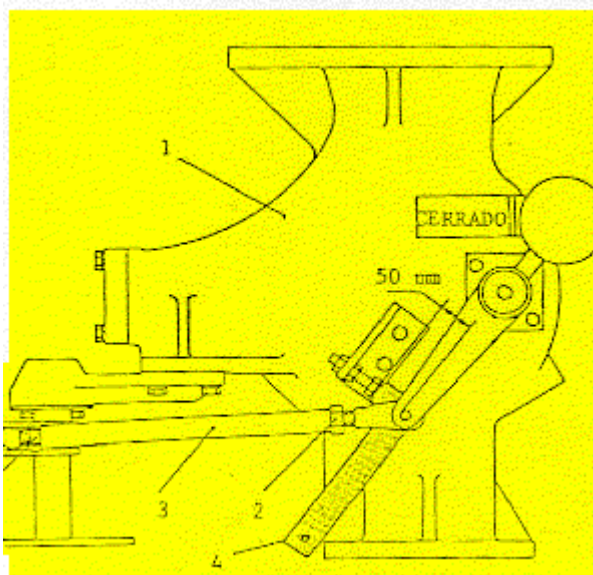

FIGURA 16
18. Mida la correcta posición del contacto móvil dentro del polo. Con la llave de control 16-4 ubíquela en la base del brazo de señalización. La medida de este a los topes del mecanismo de operación deberá ser de 50 +/- 0,5 mm (Ver figura 16).